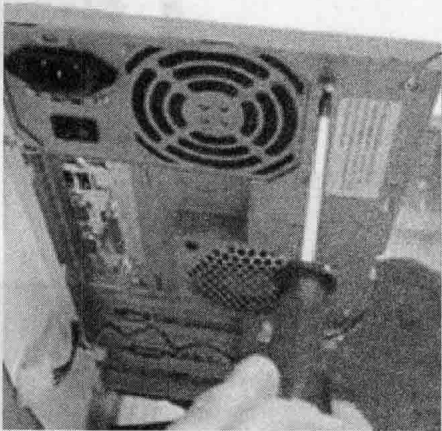

图 1-26
4) 拆卸电源，如图 1-26 所示。确认电源所有的连接线已经拔下，并且已经做好记录。